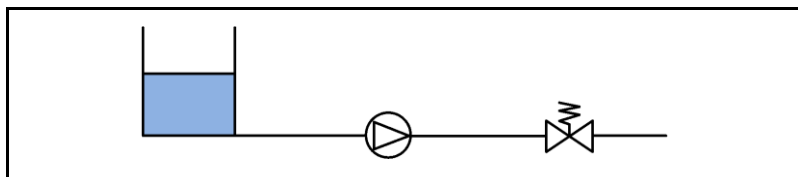

Fig. 20: Fluides volatils
Pour un dosage précis de liquides avec une faible pression de vapeur, par exemple des solvants, monter le système conformément à Fig. 20
1. Monter le système conformément à Fig. 20